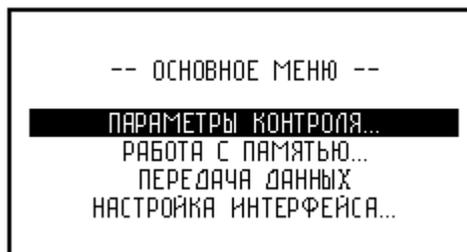

Рис.5.1 Основное меню дефектоскопа
5.5.1.2 Для входа в основное меню дефектоскопа однократно нажать кнопку «**✖**» МЕНЮ (рис.5.1).